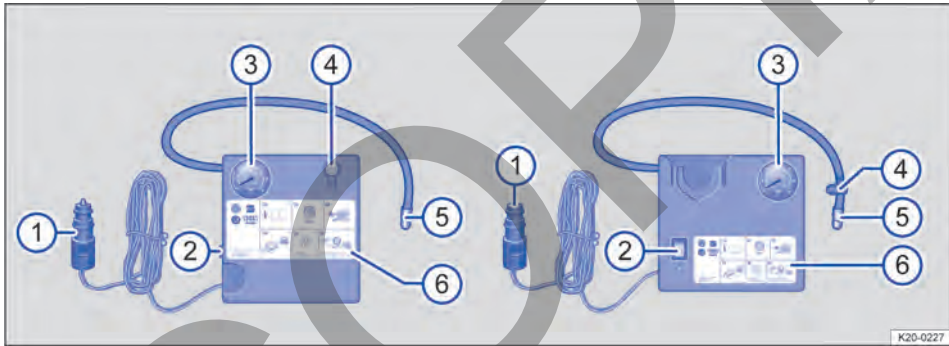

Fig. 211 Representación esquemática: compresor de aire del kit reparapinchazos.
1. Enrosque fijamente el tubo de inflado → Fig. 211 ⑤ del compresor de aire en la válvula del neumático.
2. Compruebe que el tornillo de descarga de aire → Fig. 211 ④ esté cerrado.
4. Acople el conector de 12 voltios → Fig. 211 ① a una toma de corriente de 12 voltios del vehículo → Página 142.
5. Encienda el compresor de aire con el conmutador de encendido y apagado → Fig. 211 ②.
2. Vuelva a enroscar el tubo de inflado → Fig. 211  y compruebe la presión del neumático en el indicador de la presión de los neumáticos → Fig. 211 .